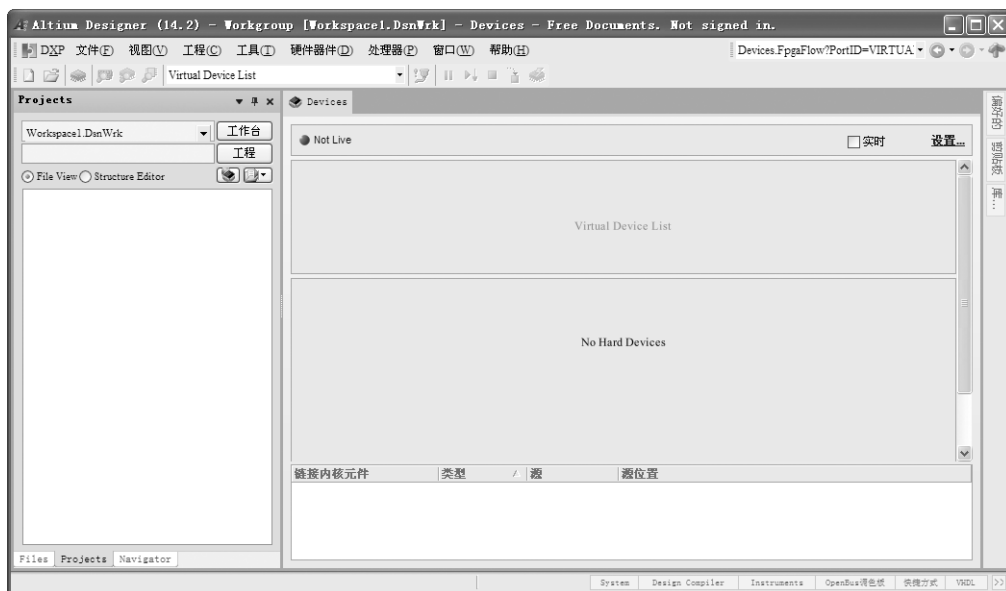

图 1-14 器件视图窗口
- ① “Default”（默认）命令：用于设置 Altium Designer 14 为默认桌面布局。
- ② “Startup”（启动）命令：用于启动当前保存的桌面布局。
- ③ “Load Layout”（载入布局）命令：用于从布局配置文件中打开一个 Altium Designer 14 已有的桌面布局。
- ④ “Save Layout”（保存布局）命令：用于保存当前的桌面布局。
- 5) “器件视图”命令：用于打开器件视图窗口，如图 1-14 所示。